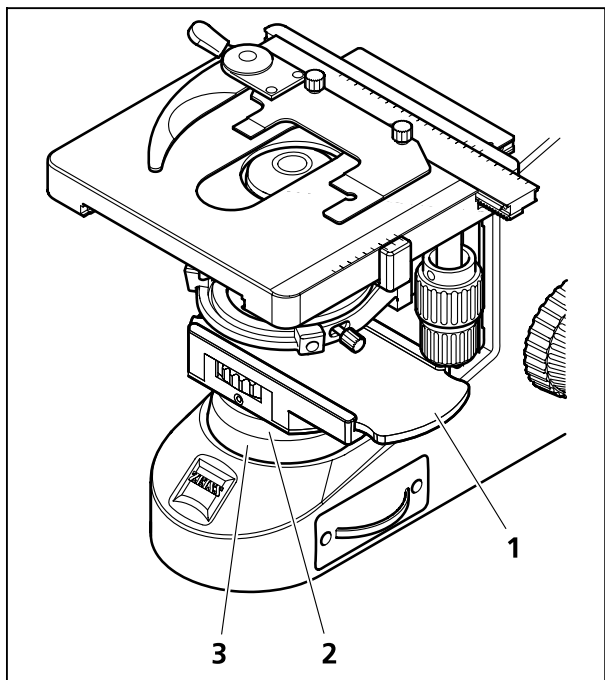

图 11 在视场光阑上安装滑板
- 把遮光罩（图 11/2）从视场光阑（图 11/3）上旋拧下来。
- 在安装位置上将滑板（图 11/1）再翻转过来，装在视场光阑（图 11/3）上，并通过遮光罩（图 11/2）先轻微旋拧。
- 转动滑板（图 11/1）至所需要的位置（适合左手或右手操作），并通过旋拧遮光罩，将滑板固定在此位置上。
- 拧松视场光阑（图 11/2）上的遮光罩，并连同滑板（图 11/1）一起取下。